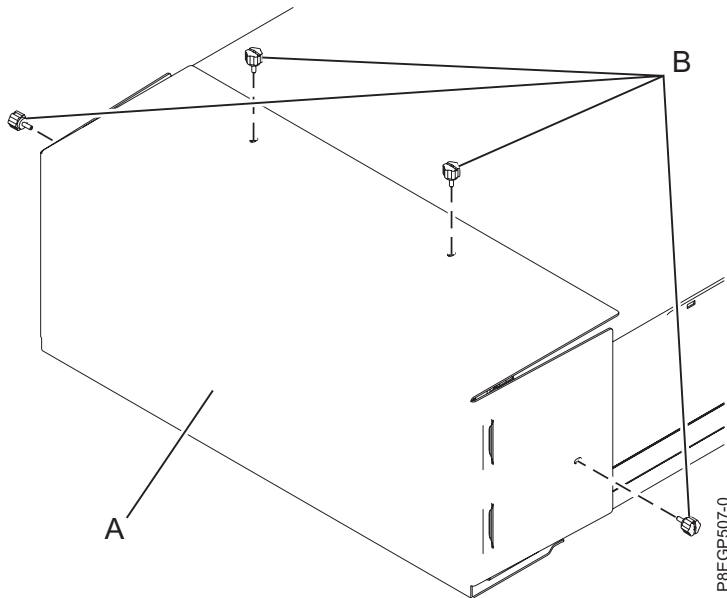

Figure 6. Retrait du capot de transport
2. Retirez les quatre vis moletées (**B**) qui permettent de fixer le capot de transport (**A**) à l'arrière du tiroir, comme illustré dans la figure 6. Retirez le capot de transport.